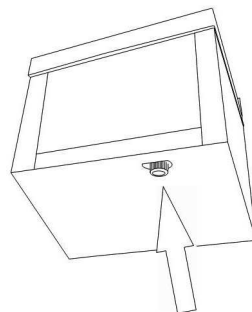

Fig. 4
- U kunt de mengverhouding tussen warm en koud water regelen met de instelschroef (fig. 4).